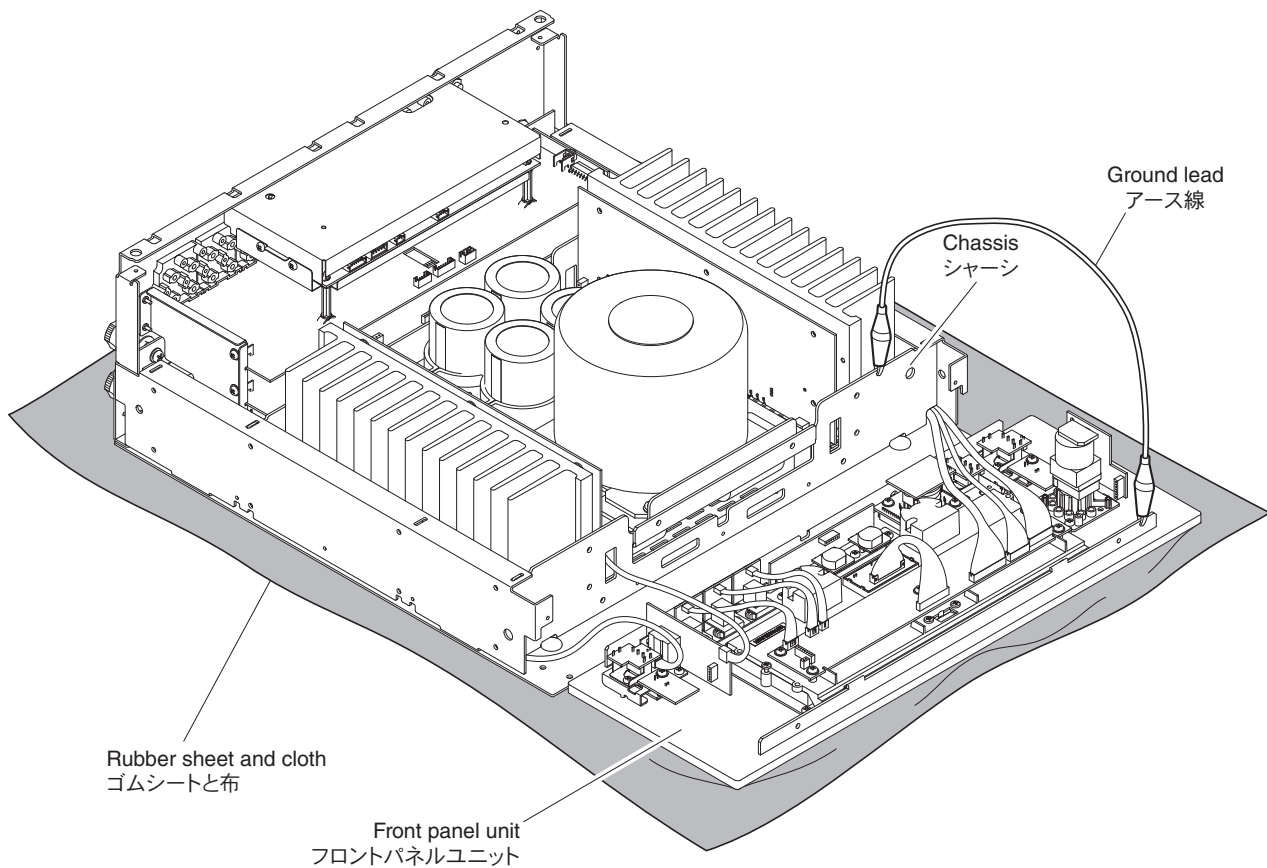

Fig. 7
- Put a rubber sheet and cloth under the equipment. Then place this unit on the cloth and check it. (Fig. 7)
- Connect the front panel unit to the chassis with a ground lead or the like. (Fig. 7)
- ゴムシートと布を敷き、その上に本機を置いてチェックします。(Fig. 7)
- フロントパネルユニットをリード線等でシャーシに接続してください。(Fig. 7)